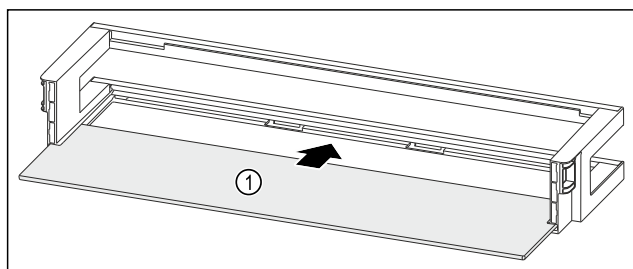

Fig. 260 Dveřní přihrádka s odkládací plochou
- Odkládací plochu Fig. 260 (1) zasuňte do bočních vybrání.